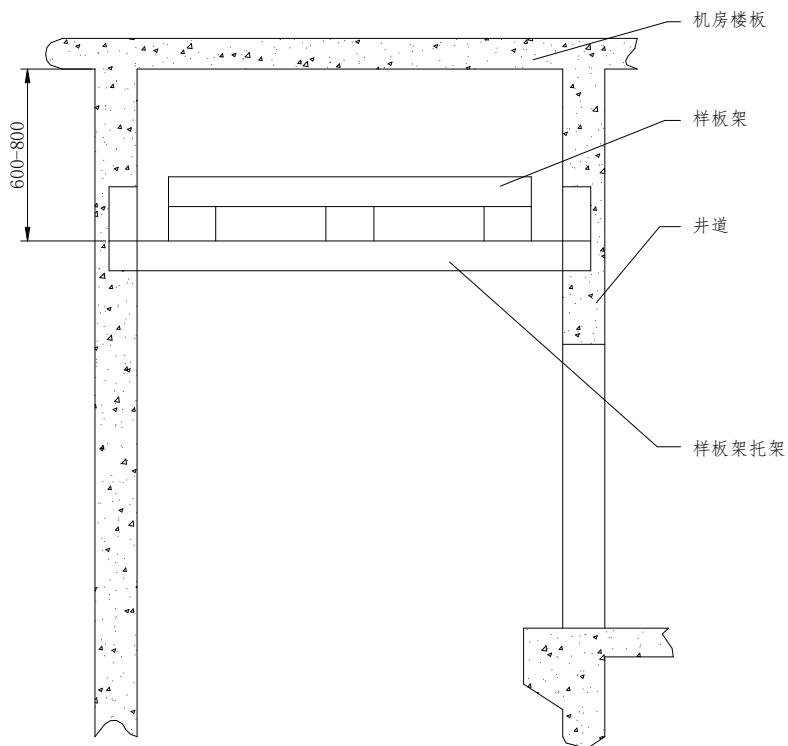

图 1-7
- (4) 样板安装方法：先在井道顶部距机房地板以下1m左右的井道墙上，在同一标高处凿出四个尺寸为150×150mm深200mm的方孔。选择截面大于100×100mm的方木作样板托架。将托架装入已凿好的墙孔中，校正水平，并将其牢固定位，然后将样板置于托架上，校正样板的水平度不大于5mm。见图1-7